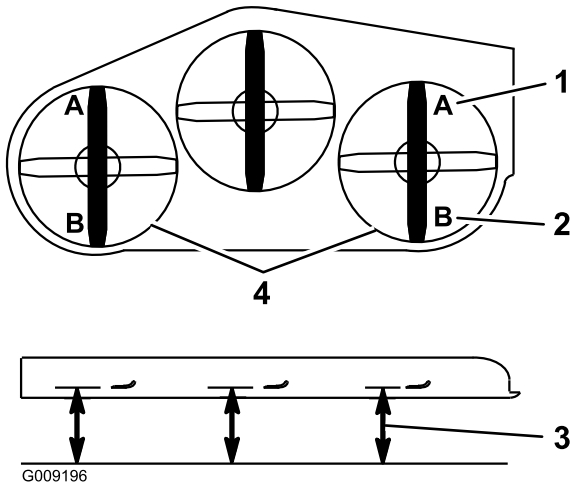

Figure 93
9. De chaque côté du tablier de coupe, mesurez la distance entre la surface plane et la pointe avant de la lame (position A), comme montré à la Figure 93.
15. De chaque côté du tablier de coupe, mesurez la distance entre la surface plane et la pointe arrière de la lame (position B), comme montré à la Figure 93.